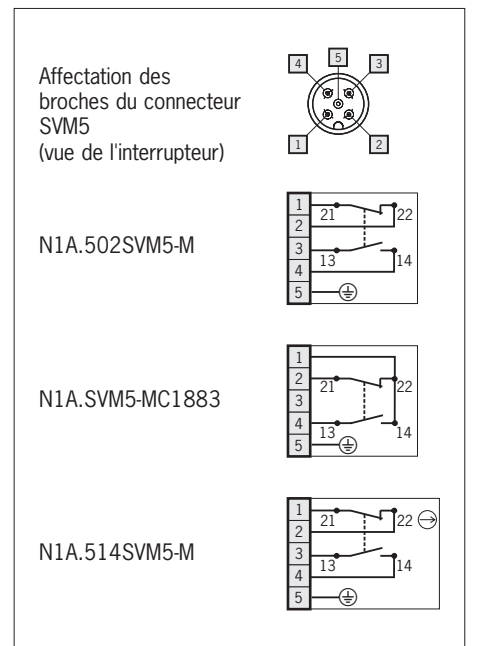

Figure 7 : Affectation des broches du connecteur M12
- ▶ Pour l'affectation des broches, voir figure 7.